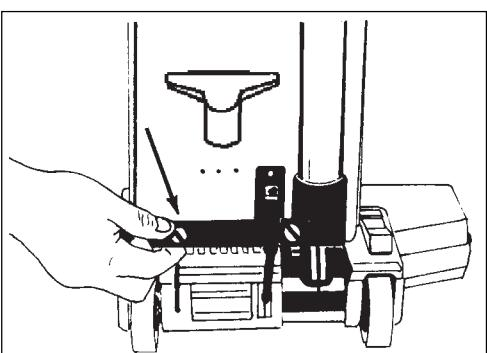
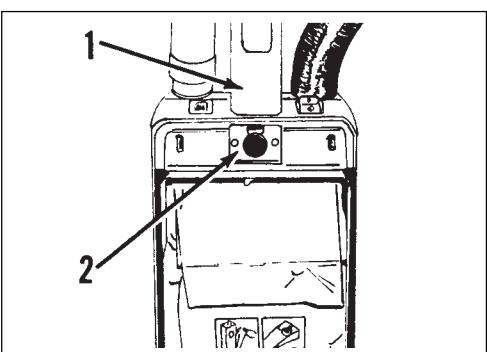

Figure 9
Figure 10
See figure 9. Put the tank housing on the pivot bracket. Slide the tank housing back until the slots fit around the front edge of the pivot bracket.
- d. Install the holding screws (2). See figure 9.
- b. Put the handle tube in the opening in the top of the tank housing (1).
- c. Put the thumbscrew through the hole in the front of the tank housing (2).
- d. Tighten the thumbscrew. To tighten the thumbscrew, turn it clockwise. See figure 10.
- c. Deux charnières à encoche se trouvent sur la face inférieure du réservoir. Voir figure 9. Placer le réservoir sur le support pivotant. Faire glisser le réservoir vers l'arrière jusqu'à ce que les encoches s'engagent dans l'arête antérieure du support pivotant.
- d. Placer et serrer les (2) vis moletées . Voir figure 9.
4. Fixer l'ensemble du timon au réservoir. Pour ce faire, suivre la procédure ci-après. Voir figure 10 :
- b. Engager le timon dans l'ouverture située au sommet du réservoir (1)
- c. Introduire la vis moletée dans le trou situé sur la face avant du réservoir (2).